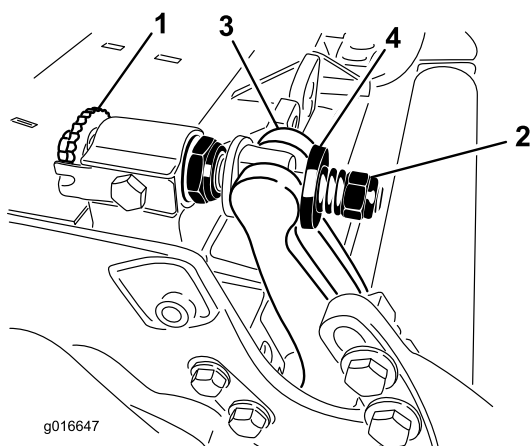

Bild 30
2. Drehen Sie die Federspannungsmutter so weit hinaus, bis die Scheibe nicht mehr gegen den Unterwasserträger angespannt ist (Bild 30).
1. Drehen Sie die Einstellschrauben des Unterwasserträgers nach links, um den Abstand zwischen Unterwasserträger und Spindel zu vergrößern (Bild 30).